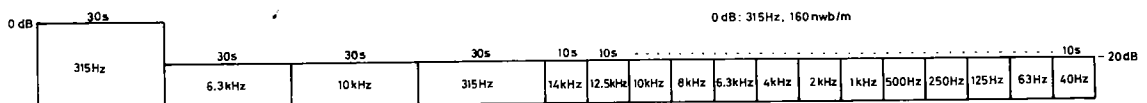

Fig. 11-4 Cinta de prueba STD-331B
- STD-331B\* : Ajustes de reproducción (Ver la Fig. 11-4)